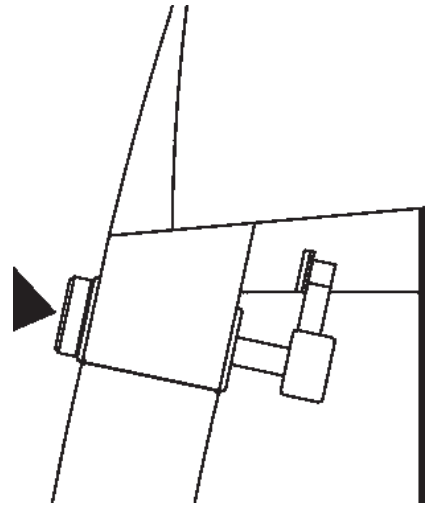

Figure 3.0-4
3. Pour verrouiller : appuyer fermement sur le bouton avec le pouce (Fig. 3.0-4).